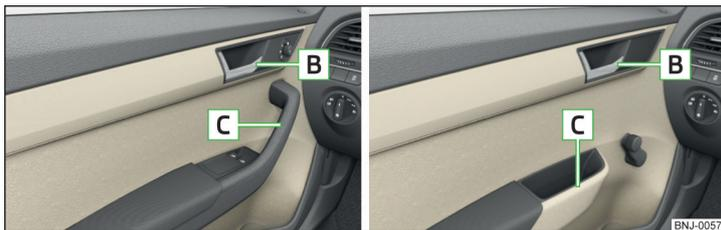

Fig. 34 Manipulo de abertura - Variante 1 / Variante 2
- Para **abrir do lado de dentro**, puxar o manípulo da porta **[B]** » Fig. 34 e empurrar a porta para longe de você.